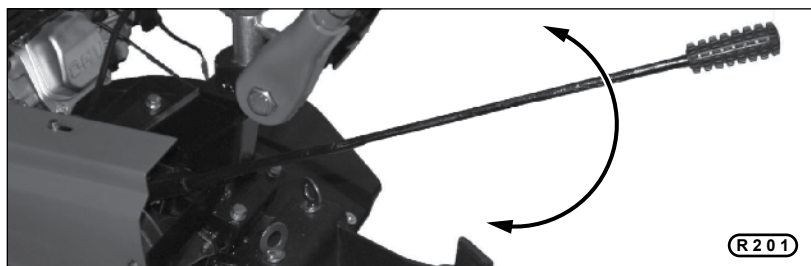

рис. 17
1. Установите нейтральную скорость «0» (рис. 17).
4. Выберите нужную передачу (рис. 17).